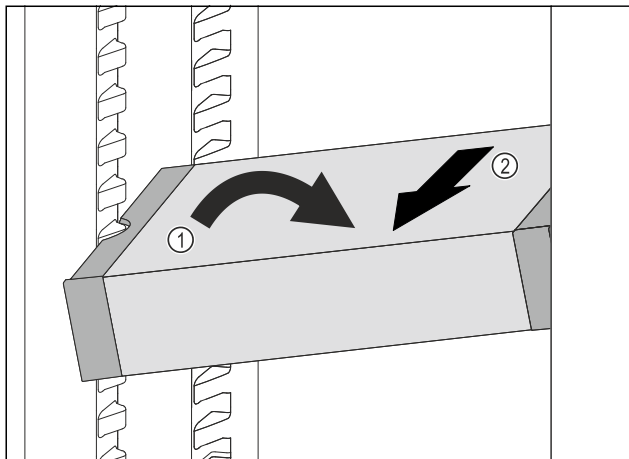

Fig. 98
- ▶ 在冷藏区中倾斜 VarioSafe。 Fig. 98 (1)
- ▶ 向前取出 VarioSafe。 Fig. 98 (2)